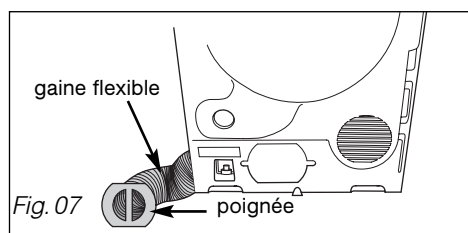

Fig. 07
- déclipsez la poignée en la tirant vers l'extérieur, puis dégagez la gaine (Fig.07).